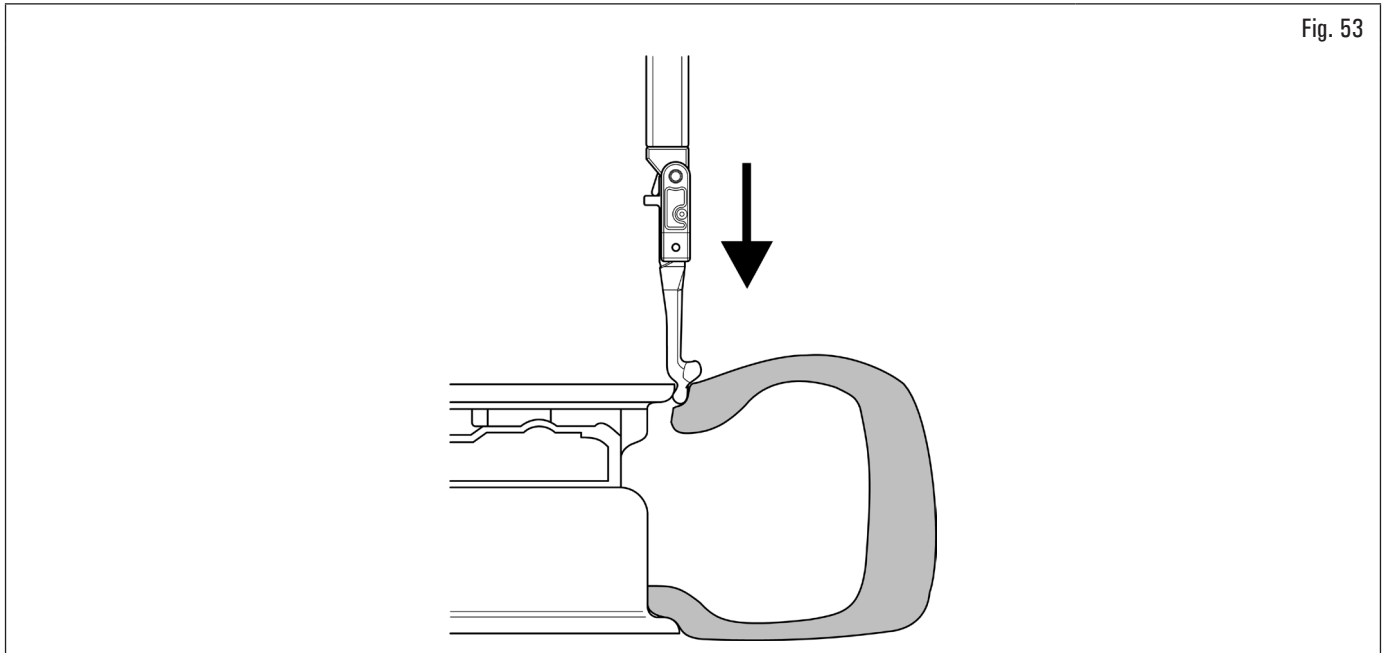
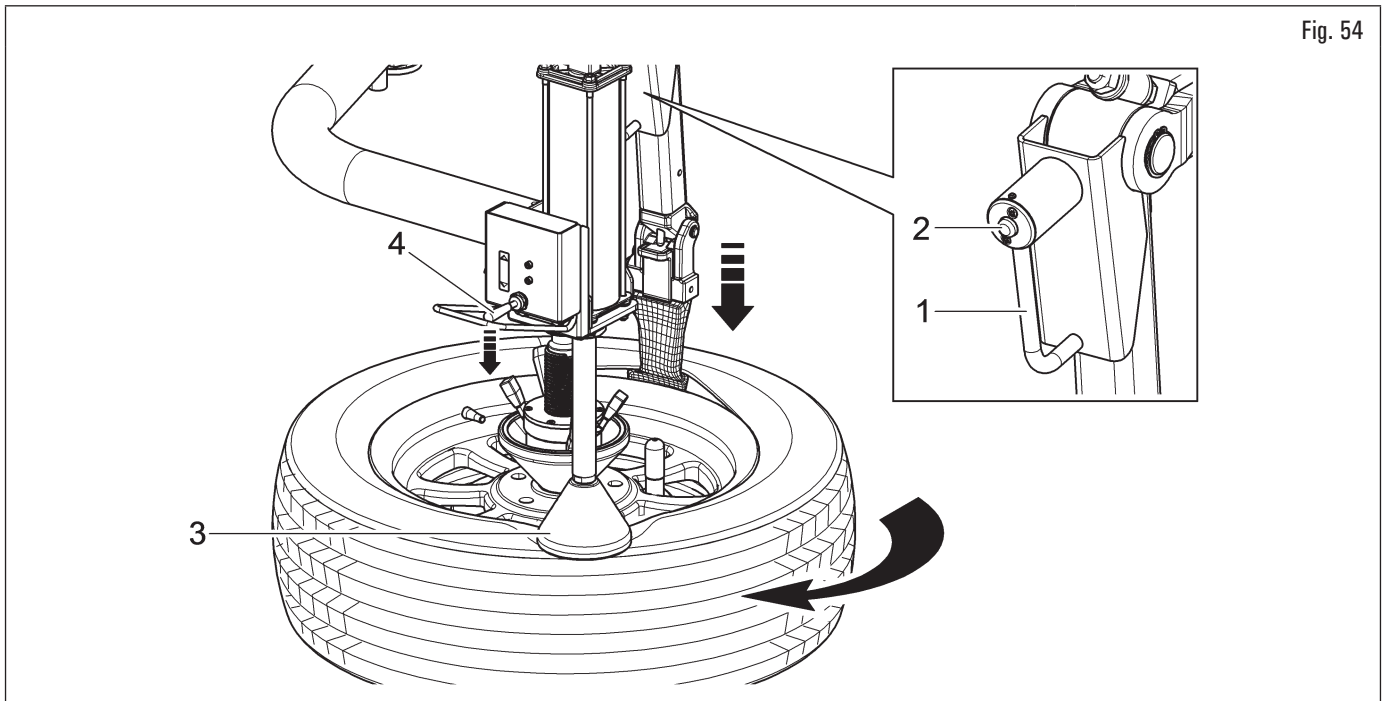

Fig. 53
Fig. 54
2. llevar la cabeza útil verticalmente (véase Fig. 53) hasta el borde de la llanta presionando el botón (Fig. 6 ref. C (INF)). Posicionar correctamente la cabeza útil sobre el diámetro de la llanta mediante la manija (Fig. 54 ref. 1). Si necesario ejecutar una regulación horizontal del brazo cabeza útil después de haberlo desbloqueado mediante el pulsador (Fig. 54 ref. 2), colocado en la propia manija.
3. colocar el útil presionatalón (Fig. 54 ref. 3) a las 4 como indicado en Fig. 54 y apretar el neumático accionando la palanca (Fig. 54 ref. 4) de la unidad de comando hacia abajo, hasta que el talón del neumático se coloque en correspondencia del centro de la llanta;